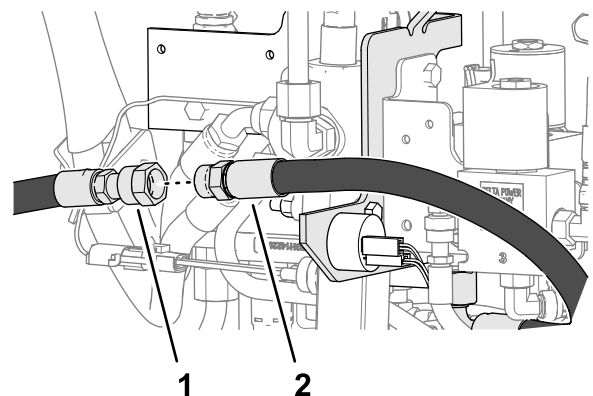

Bild 26
2. Montieren Sie das gerade Anschlussstück des 41,9 cm langen Schlauchs an das Anschlussstück des Schlauchs, den Sie mit „Pumpe“ gekennzeichnet haben (Bild 26).